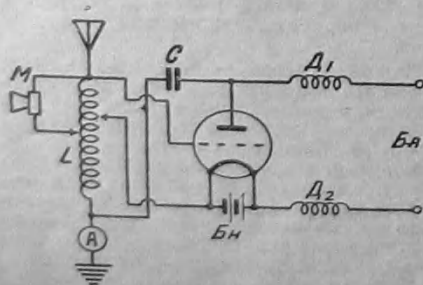

Рис. 3. Та же схема с параллельным питанием.
- 1) катушку самоиндукции—L (рис. 3);
- 3) два дросселя— $D_1$ ,  $D_2$  (рис. 3);
**Микрофон.** Требования, которые предъявляются к микрофону, невелики, необходимо только, чтобы капсуль его был не порошковый, а шариковый или с крупно-зернистым порошком, так как через микрофон, работающий по нашей схеме (рис. 3), проходит ток высокой частоты, и в случае неправильно подобранной связи для микрофона, через него пройдет большой ток, и порошок испортится. В подобном случае с шариковым микрофоном порча эта устраняется встряхиванием капсулы.